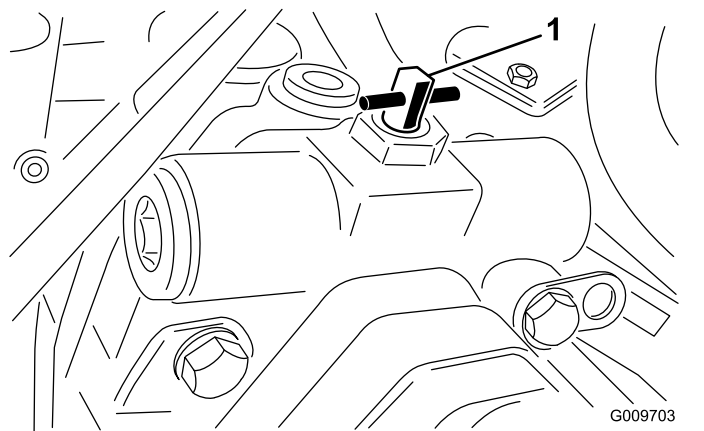

図 40
3. バイパスバルブを右または左に90°回転4分の1回転させるとバルブが開いて内部でバイパスが形成される 図 40。